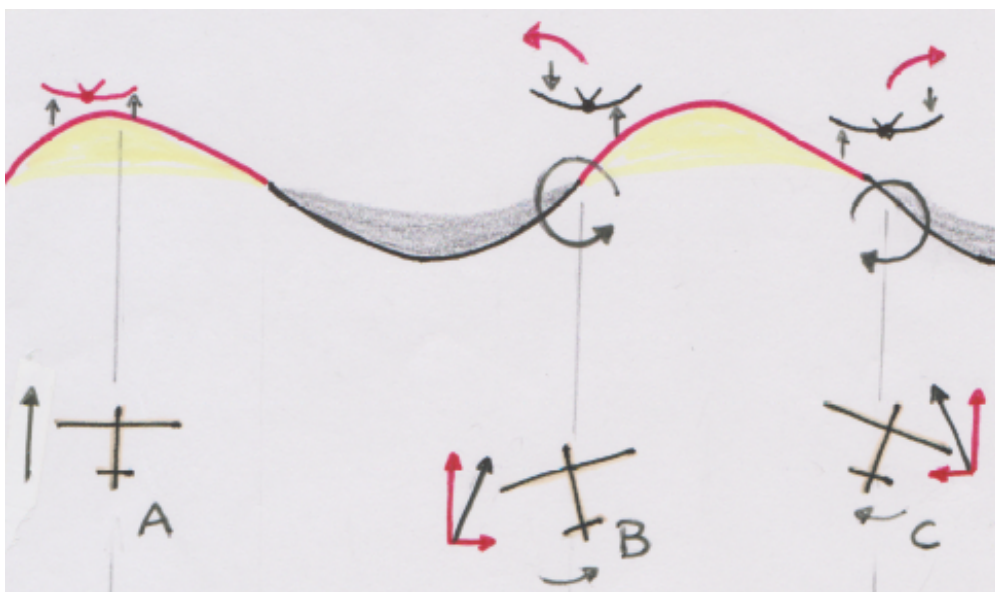

fig.7 : L'atmosphère est en mouvement permanent, c'est un ensemble de turbulences horizontales et verticales, de rafales de forces et de direction différentes.
(fig.7) (A) Rafale dans l'axe de la trajectoire du planeur, il n'est pas dévié :